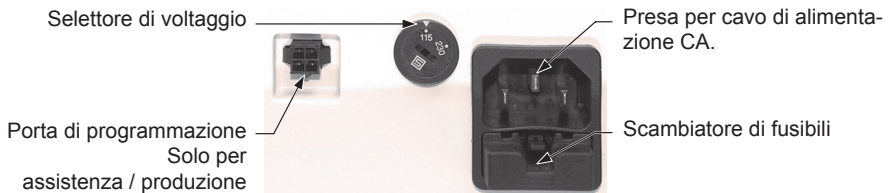

Fig. 2 - Retro del dispositivo
1. Disimballare la console e verificare che il selettore di voltaggio sia impostato sulla tensione corretta. Utilizzare la posizione 115V per tensioni 110-120V 60Hz e la posizione 230 V per tensioni 220-250V 50Hz. Scollegare sempre l'unità prima di cambiare i fusibili o di regolare il selettore di tensione. Per cambiare la tensione, utilizzare un cacciavite a testa piatta per ruotare il selettore di voltaggio sul retro della console alla corretta impostazione di tensione. Per cambiare la tensione, sostituire il fusibile in modo da far combaciare la tensione (Vedere "SPECIFICHE", pagina 36). Sostituire con fusibile lento da 0,3 A, 230/250 V (0,6 A per 115 V). Per la sostituzione, premere sulla clip di plastica nera del fusibile, estrarre e sostituire con il fusibile corretto. Vedere Fig. 2.